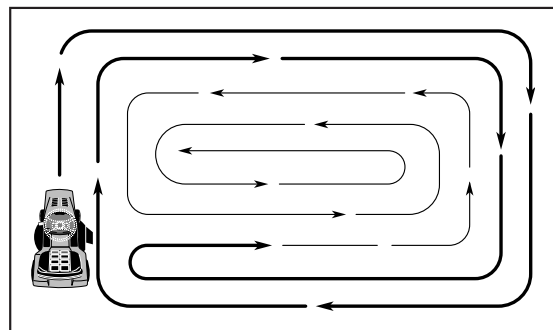

Fig. 14
- Al segar las áreas grandes, empiece girando a la derecha de modo que los recortes se descarguen, alejándose de los arbustos, cercos, entradas de automóviles, etc. Después de una o dos vueltas, siegue en la dirección opuesta, haciendo virajes a la izquierda, hasta que termine (Vea Fig 14).